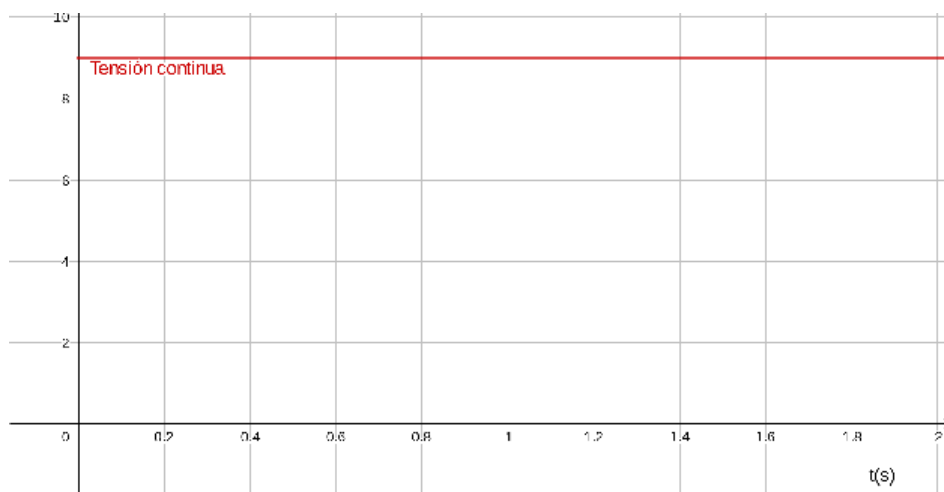

Figura 4.1: Corriente continua
- En la **figura 4.1**, la tensión es continua.